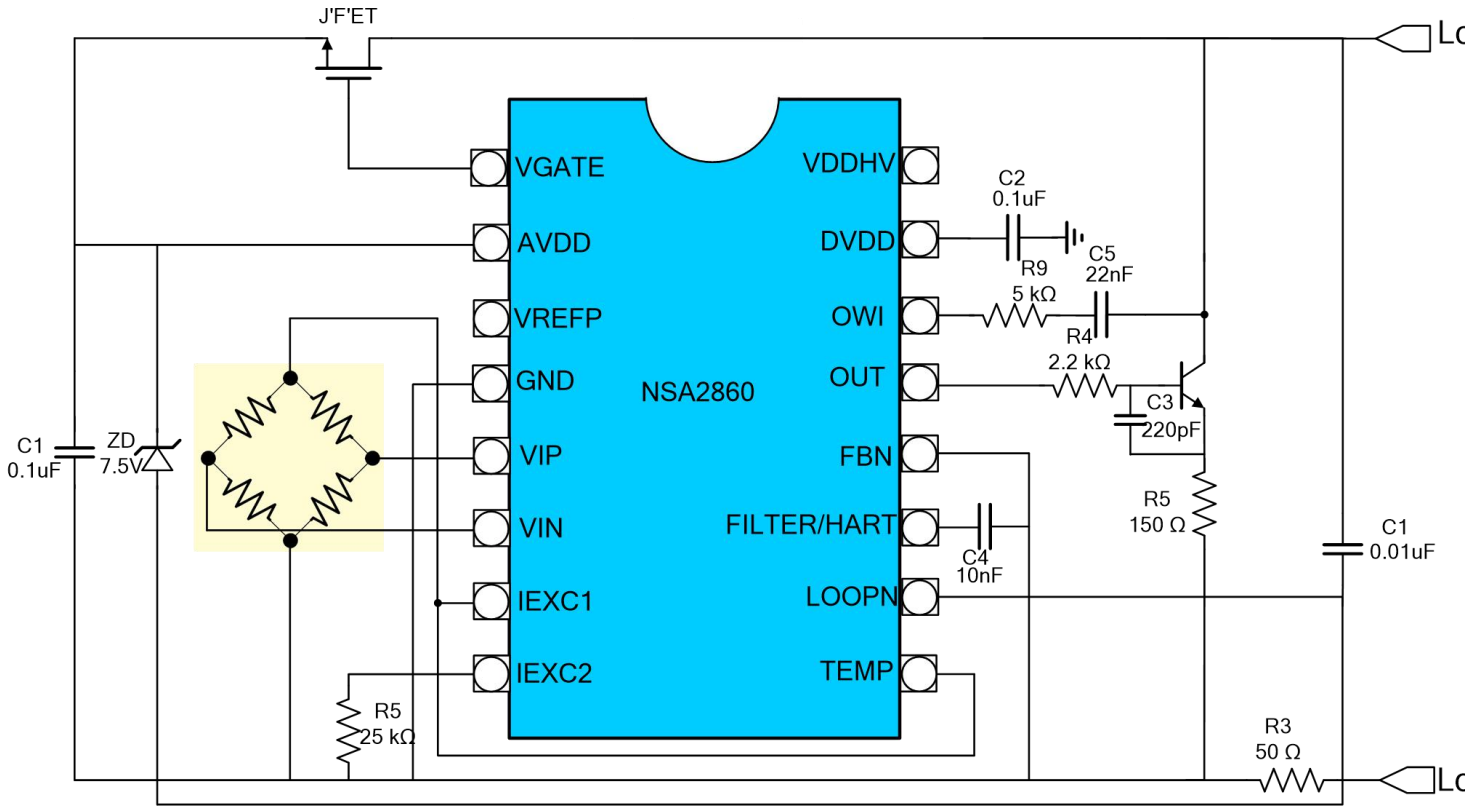

图 7.3 4~20mA 输出压力变送器(JFET)
1.3	1. 修改TSSOP20的两个引脚号, 把LOOPN和FILTER/HART的引脚号对调 2. 修改图7.3,7.4,7.6,7.7中齐纳管的接法, 把齐纳管的一端连接到LOOPN 3. 增加ODR_T的寄存器描述: 在TCH disable时, PADC的负参考电压从引脚TEMP输入, 同时把引脚名VTEMP统一改成TEMP 4. 修改寄存器名字的大小写, 统一改成大写 5. 修改图4.10, 参考电压从1.25V改成1.2V 6. 修改T0寄存器位宽和描述, 增加KTS寄存器 7. 修改COMMAND寄存器描述